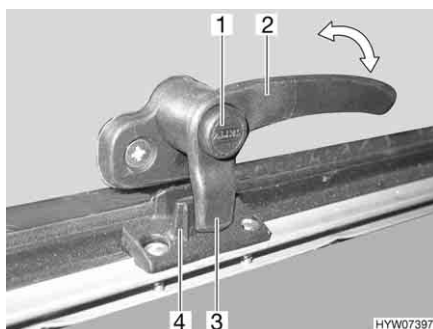
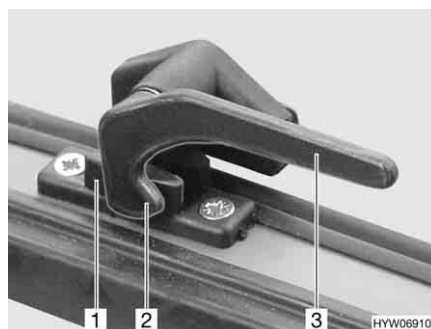

Bild 52 Låsarm med låsknapp i läget "stängd"
Bild 53 Låsarm i läget "stängd"
- Tryck på låsknappen (Bild 52, 1) om sådan finns och håll den nedtryckt.
- Sväng låsarmen (Bild 52, 2 eller Bild 53, 3) ett kvarts varv mot fönstrets mitt.
- Sväng låsarmen (Bild 52, 2 eller Bild 53, 3) ett kvarts varv mot fönsterkarmen. Låsspaken (Bild 52, 3 eller Bild 53, 2) på låsarmen sitter helt på fönsterlåsets insida (Bild 52, 4 eller Bild 53, 1).
- I läget "helt stängt" (Bild 52 och Bild 53)